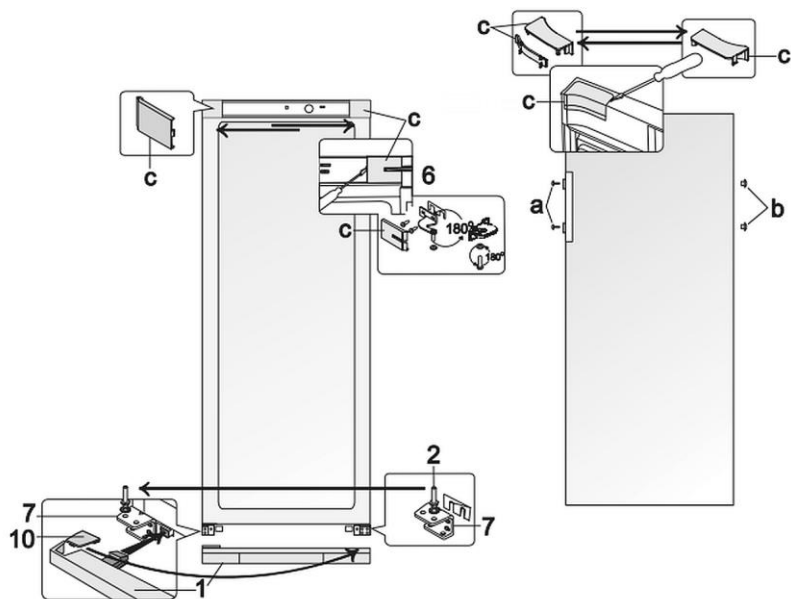

Fig. 6
1. Retirer les baguettes de recouvrement (c, fig. 6) de l'enceinte et de la partie intérieure de la porte.
2. Retirer le support supérieur (6) avec les rondelles et le joint en plastique sous le support.
4. Enlever la baguette de recouvrement inférieure (1).
5. Déserrer le goujon de support (2) du support inférieur (7).
6. Le serrer maintenant avec tous les autres supports sur le support opposé (7), symétriquement par rapport à la position précédente.
7. Fixer la porte de l'armoire sur le goujon de support (2) du support (7).
8. Tourner le support (6) avec le goujon de support, ainsi que les rondelles et le joint en plastique fixés de 180 °.
10. Insérer le support (6) dans la porte de l'armoire et le visser dans les orifices de l'autre côté.